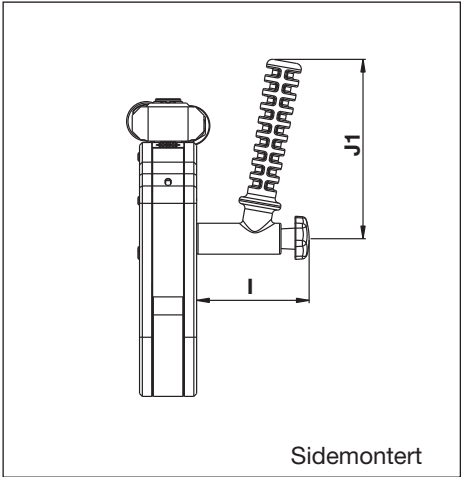

Fig. 25
6.1.3 Mål, SWH-serien vinklet posisjoneringshåndtak (fig. 25)